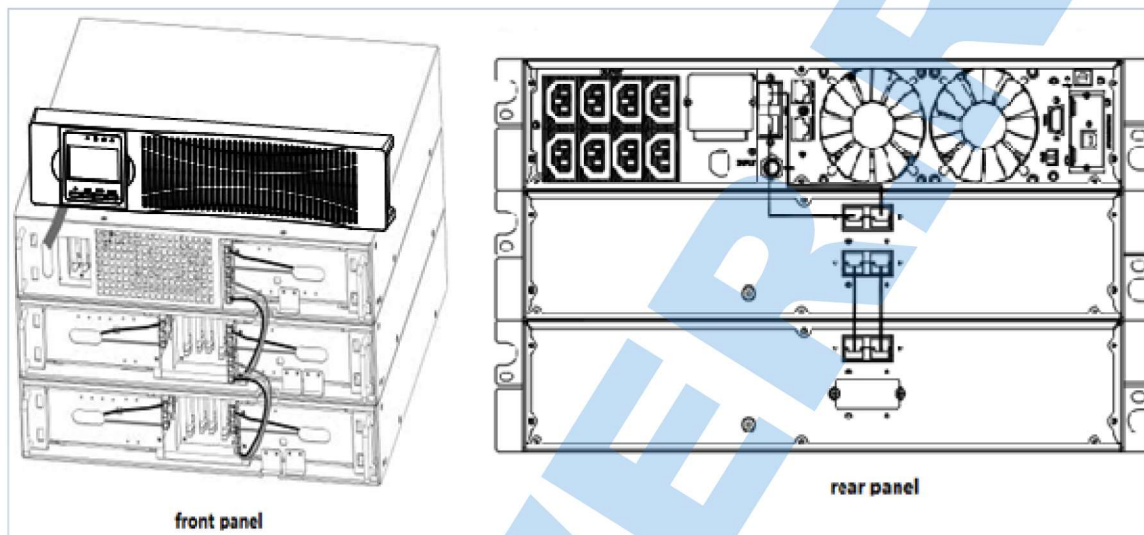

Рис. 3-13. Подключение ЕВР.
3. Для нижнего (или единственного) EBP снимите кабельную направляющую только на верхней части передней крышки (см. рис. 3-13).
4. Если вы устанавливаете более одного EBP, для каждого дополнительного EBP снимите направляющие сверху и снизу (см. рис. 3-13).
5. Подключите кабель EBP в батарейный разъем к ИБП как показано на рис.3-13. К ИБП можно подключить до 4х блоков EBP. Соблюдайте цветовую полярность соединений.